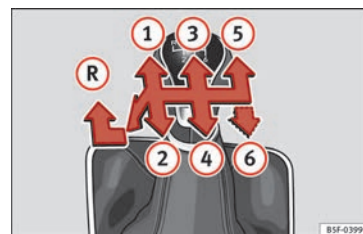

Fig. 37
Les positions des vitesses sont représentées sur le levier de vitesses » **fig. 37**.
- Au point mort, appuyez sur le levier de vitesses, déplacez-le complètement vers la gauche puis vers l'avant pour passer la marche arrière » **fig. 37** **(R)**.